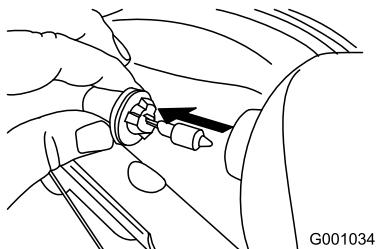

Figure 64
- Sortez directement l'ampoule de l'arrière du phare (Figure 64).